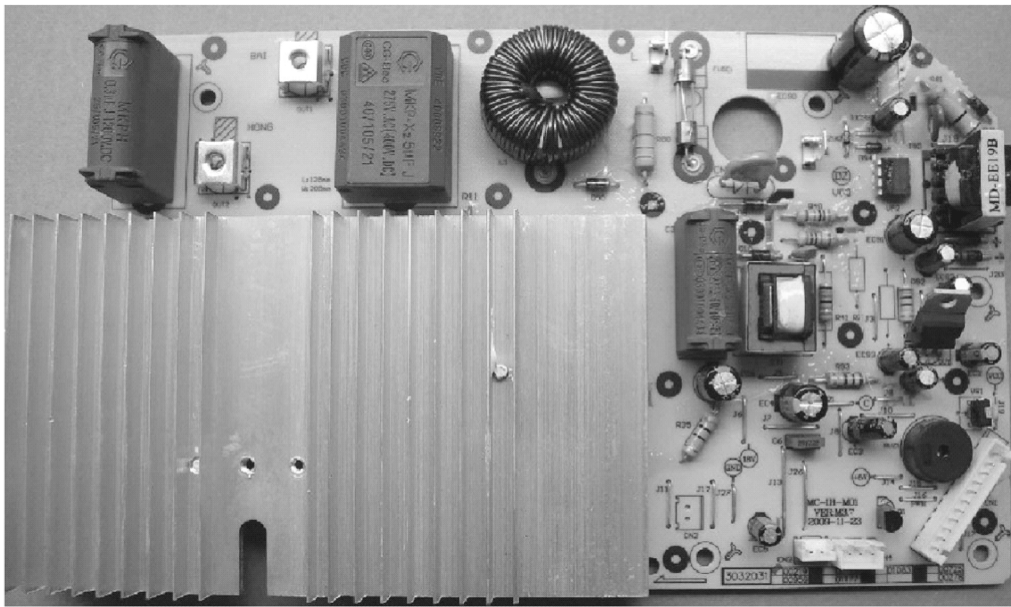

图 4-93 美的品牌 MC-SH2119 型电磁炉主板实物
**维修笔记** 在锅具温度检测电路的（CN4）端口②引脚与①引脚之间并联一只 220kΩ 电阻，这时电磁炉工作正常。该电阻不能太小，否则在夏天使用电磁炉“爆炒”时，会出现自动关机。美的品牌 MC-SH2119 型电磁炉主板实物如图 4-93 所示。